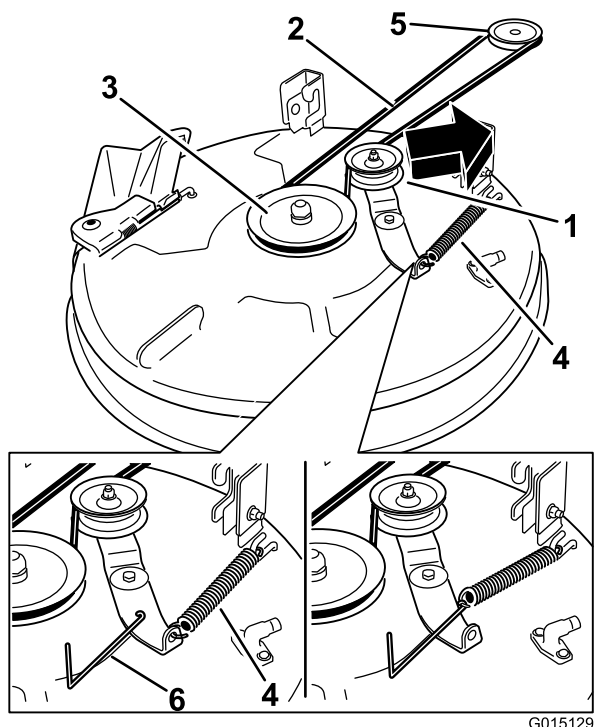

Figura 57
- Usando una herramienta para la retirada de muelles (Pieza Toro N° 92-5771), retire el muelle tensor del gancho de la carcasa para eliminar la tensión de la polea tensora, y retire la correa de las poleas (Figura 57).
- Pase la correa nueva alrededor de las poleas del motor y del cortacésped (Figura 57).
- Usando una herramienta para la retirada de muelles (Pieza Toro N° 92-5771), instale el muelle tensor sobre el gancho de la carcasa y tense la polea tensora y la correa (Figura 57).